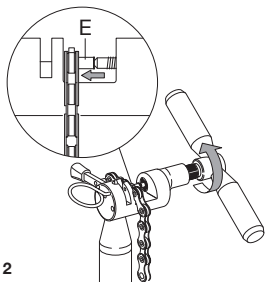

Fig.12
- Ejerciendo una fuerza homogénea, atornillar la herramienta (Fig. 12) hasta que el casquillo ULTRA-LINK 5-CN-SR700 (E) quede totalmente dentro del espesor de la cadena.